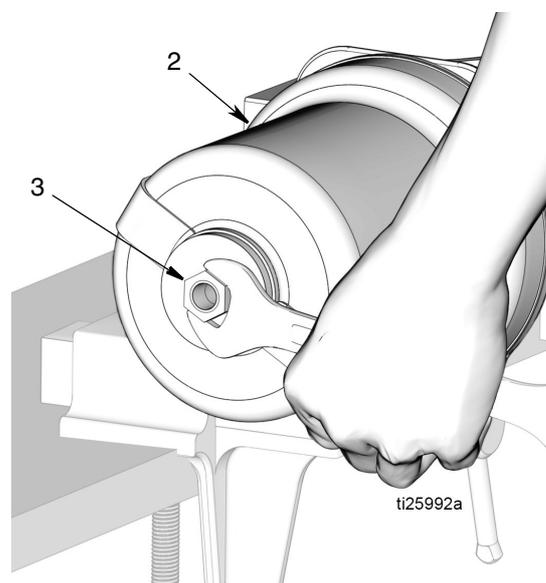

FIG. 57
- e. Enrosque la tuerca de tope del pistón (3) en la parte superior del cilindro de aire (2) como se observa en FIG. 57. Apriete la tuerca con la llave. Apriete después la tuerca a un par de 15 a 17 ft. lbs (20,3 a 23,1 N•m).